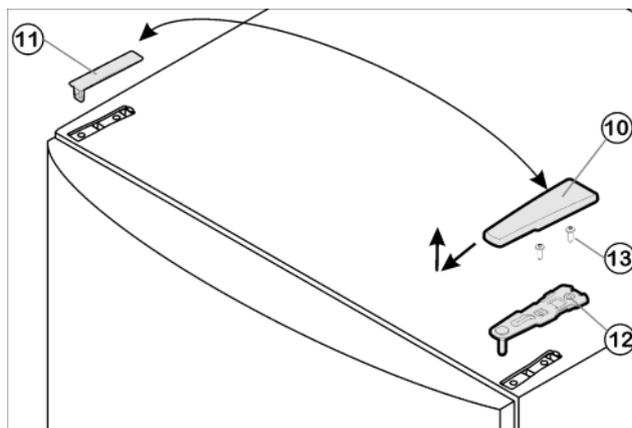

Fig. 6
- ▶ Отведите крышку Fig. 6 (10) вперед и вверх.
- ▶ Снимите крышку Fig. 6 (11).
- ▶ Открутите верхний опорный кронштейн Fig. 6 (12) (2 шт. Torx® 25) Fig. 6 (13) и вытяните вверх.
- ▶ Установите верхний опорный кронштейн Fig. 6 (12) на новой стороне шарнира и защелкните в дверце.
- ▶ Прикрутите верхний опорный кронштейн Fig. 6 (12) (с моментом 4 Нм) (2 шт. Tox® 25) Fig. 6 (13). При необходимости проделайте отверстия или используйте аккумуляторный шуруповерт.
- ▶ Защёлкните крышку Fig. 6 (10) и крышку Fig. 6 (11) на противоположной стороне.